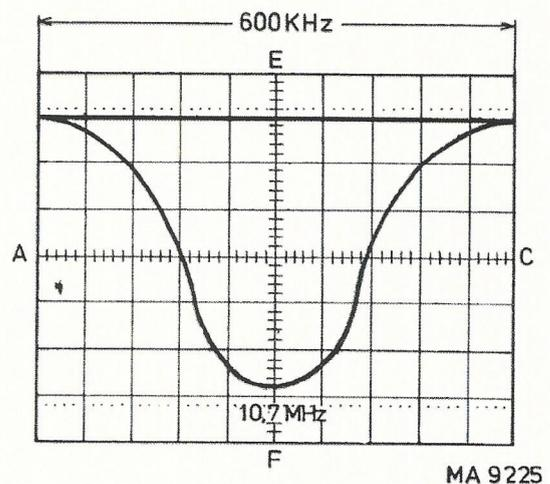

Fig. 19. Courbes passe-bande MF
- Régler les noyaux des autres filtres passe-bande sur hauteur maximale de courbe dans l'ordre indiqué dans la table d'ajustage. La courbe passe-bande doit toujours être symétrique par rapport au milieu de l'écran (EF, Fig. 19).